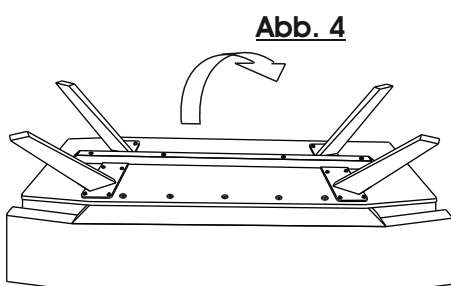

Abb. 4
- Richten Sie die Bank auf. (Abb. 4)